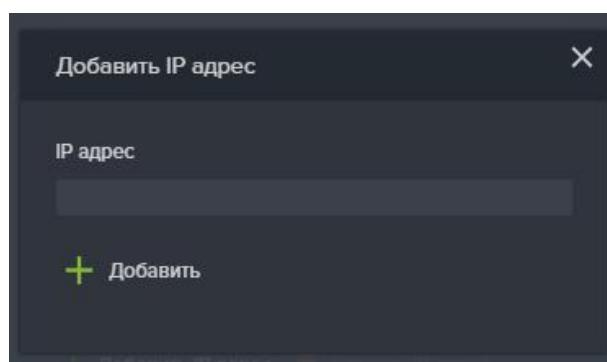

Рисунок 134. Добавление IP адреса
6. Введите IP адрес в соответствующее поле и нажмите на кнопку «Добавить» (см. Рисунок 134);